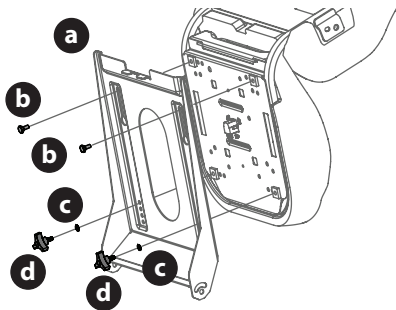

Fig. 5
2. Installez le siège sur le plateau du siège (a) à l'aide du matériel fourni (Fig. 5).
- a. Pour le bouton d'ajustement du siège : insérez les boulons (b) dans les trous arrière et la rondelle de blocage (c) et les boutons (d) dans les trous avant. Serrez solidement (Fig. 5).